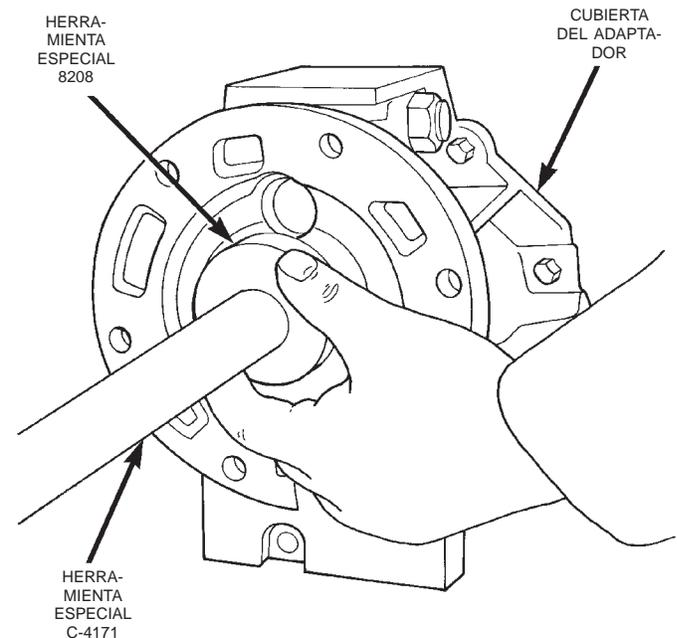

Fig. 15 Instalación de la junta de la cubierta del adaptador
- (1) Limpie el hueco de la junta de la cubierta del adaptador para eliminar todos los residuos de material sellante de la junta original.
(2) Utilice el mango C-4171 y el instalador de juntas 8208 para instalar la junta nueva de modo que la junta esté situada a $0 \pm 0,2$ mm ($0 \pm 0,008$ pulg.) de la cara del hueco de junta de la cubierta del adaptador (Fig. 15).